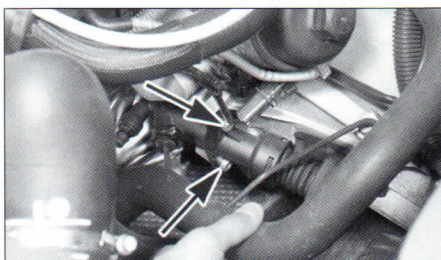

FIG. 3
- las fijaciones del receptor del mando de embrague y separarlo después de haber desembridado la tubería, pero sin desconectarla (**fig. 3**).